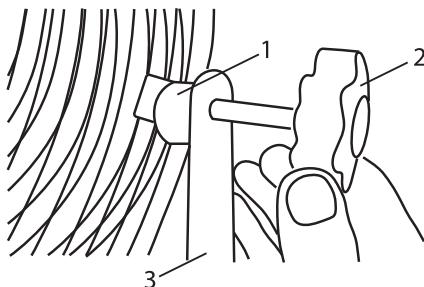

Рис. 3
5. Установите резиновые шайбы с двух сторон между каркасом и опорой (рис. 3). Затяните барабаночные винты.